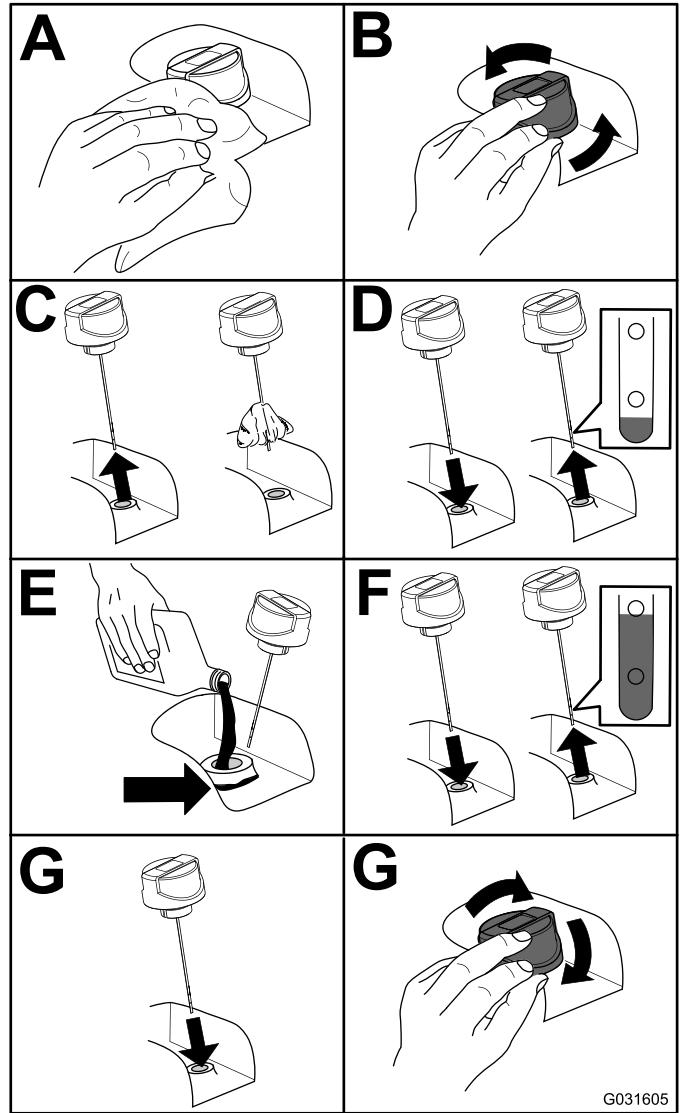

Рисунок 59
2. Проверьте уровень гидравлической жидкости (Рисунок 59).
- Залейте гидравлическую жидкость в бак Рисунок 59.